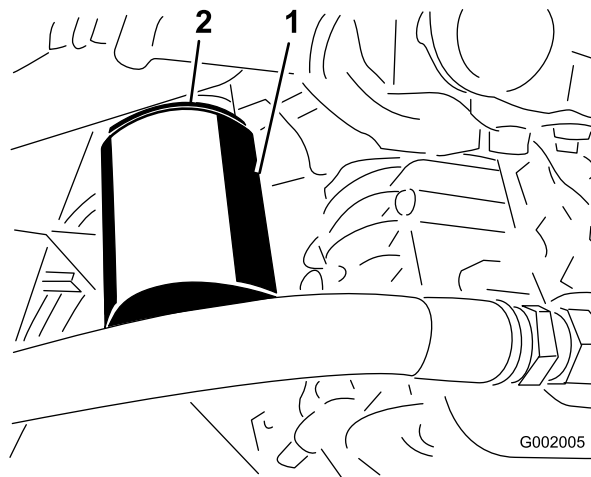

Figura 68
4. Togliete il filtro (Figura 68).